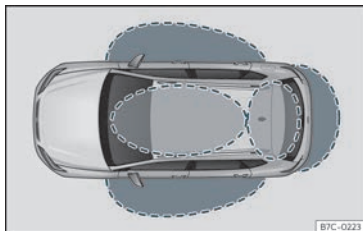
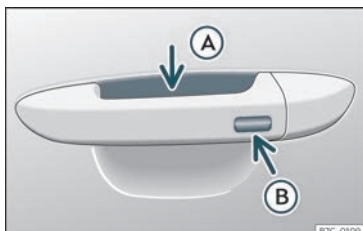

Fig. 72 Keyless Access: zonas de proximidade.
Fig. 73 Sistema de peche e arranque sen chave Keyless Access
te a chave do mesmo. Para iso só é necesario que haxa unha chave do vehículo válida na zona de detección correspondente ao intento de acceso ao vehículo >>> **fig. 72** e tocar unha das superficies sensoras das asas das portas >>> **fig. 73** ao accionar o *softtouch*/asa do portón traseiro >>> páx. 104 >>> ❶.
Se atopa unha clave válida nunha das áreas próximas >>> **fig. 72**, o sistema de peche e arranque sen chave Keyless Access proporcionalle a esa chave dereitos de acceso cando se toca unha das superficies sensoras das
- Agarre o asa dunha das portas dianteiras. Ao facelo tocará a superficie do sensor >>> **fig. 73 A** (frecha) da asa e desbloqueará o vehículo.
- Prema *unha* vez a superficie sensora de bloqueo >>> **fig. 73 B** (frecha) da asa dunha das portas dianteiras. A porta cuxa asa estea activada deberá estar pechada.
- Toque *unha* vez a superficie sensora >>> **fig. 73 B** (frecha) da asa dunha das portas dianteiras. O vehículo bloquease co sistema de seguridade "Safe" >>> páx. 99. A porta cuxa asa estea activada deberá estar pechada.
- Toque *dúas* veces a superficie sensora >>> **fig. 73 B** (frecha) da asa dunha das portas dianteiras para bloquear o vehículo sen activar o sistema de seguridade "Safelock" >>> páx. 99.
Cando o vehículo está bloqueado, o portón traseiro desbloquease automaticamente ao abrilo se na súa zona próxima >>> **fig. 72** se atopa unha chave do vehículo válida.
- Prema o botón de peche  do mando a distancia e toque unha vez, nos 5 segundos seguintes, a superficie sensora de bloqueo da asa da porta do condutor >>> **fig. 73** . Non agarre a asa da porta, pois de ser así, o vehículo non se bloqueará. Tamén se pode realizar a desactivación se o vehículo está bloqueado a través da pechadura da porta do condutor.
Para **pechar coa función de confort** todas as fiestras eléctricas e o teito de vidro, mantéña un dedo durante uns segundos sobre a superficie sensora de bloqueo >>> **fig. 73**  (frecha) da asa da porta ata que se pechen as fiestras e o teito.
As superficies sensoras das asas das portas poderían activarse ao recibir un chorro de auga ou de vapor a gran presión en caso de que houbera algunha chave do vehículo válida na zona próxima. Se polo menos unha das fiestras con alzávidros eléctrico está aberta e a superficie sensora >>> **fig. 73**  (frecha) dunha das asas está activada de forma permanente, pecharanse todas as fiestras.
- **OU BEN:** toque *dúas* veces a superficie sensora situada na parte exterior da asa da porta >>> **fig. 73** .